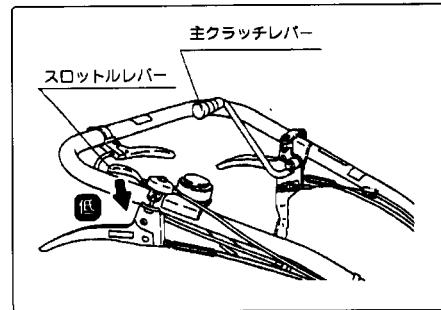

図21
② 低速から高速の切替操作は主クラッチを一旦切ってからおこなってください。（図21）
③ 高速の【前進後進】切替操作は主クラッチを一旦切ってからおこなってください。